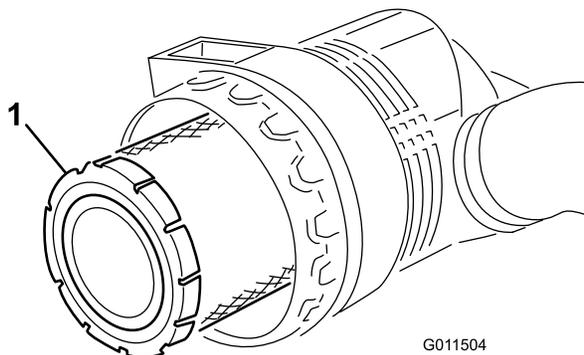
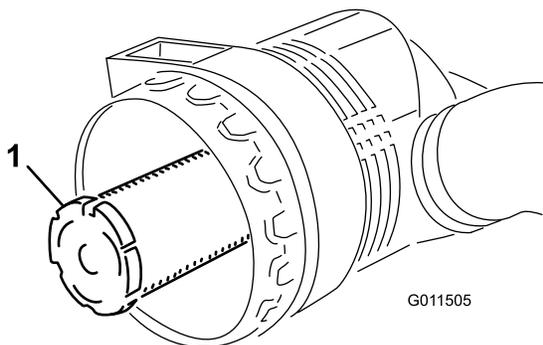

Figura 48
Figura 49
3. Retire o filtro primário (Figura 48). Não se recomenda a limpeza do elemento usado devido a possibilidade de danos no meio do filtro. Inspeção o filtro novo para ver se sofreu danos durante o transporte, verificando a extremidade vedante do filtro e o corpo. Não utilize um elemento danificado. **Não** retire o filtro de segurança (Figura 49).
Importante: Nunca tente limpar o filtro de segurança (Figura 49). Substitua o filtro de segurança após três operações de manutenção do filtro primário.
4. Substitua o filtro primário (Figura 48).